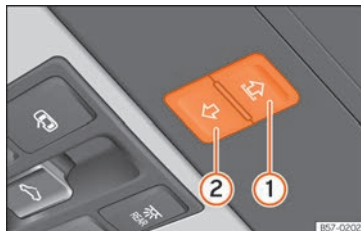

Fig. 94 No revestimento interior do teto: botões da cortina para o sol.
Os botões **»» Fig. 94 1 e 2** têm dois níveis. No primeiro nível pode abrir-se ou fechar-se a cortina para o sol total ou parcialmente.
- **Cortina para o sol:** antes que decorram aprox. 5 segundos desde a ativação da função antientalamento, pressione o botão » » » Fig. 94 ⓑ até que a cortina para o sol se feche completamente.